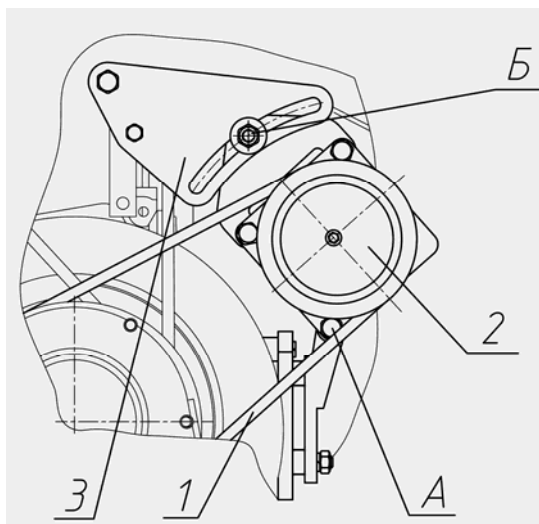

Рис.7.16 Привод компрессора кондиционера на тракторах «БЕЛАРУС 2822.1/2822ДЦ/3022ДЦ/3022ДЦ.1» (с двигателем DEUTZ).
- 1) вывернуть болт резьбового соединения «Б», (рисунок 7.16);
- 2) снять ремень (1), (рисунок 7.16);
- 3) вывернуть четыре болта «А», (рисунок 7.16), крепления компрессора.
Регулировка натяжения ремня (1), (рисунок 7.16), производится посредством поворота компрессора (2) на оси вращения «А» и зажима резьбового соединения «Б» в пазу детали (3). После регулировки стрела прогиба ремня, измеренная посередине ветви при приложении силы 35...40 Н должна быть 4...6 мм.